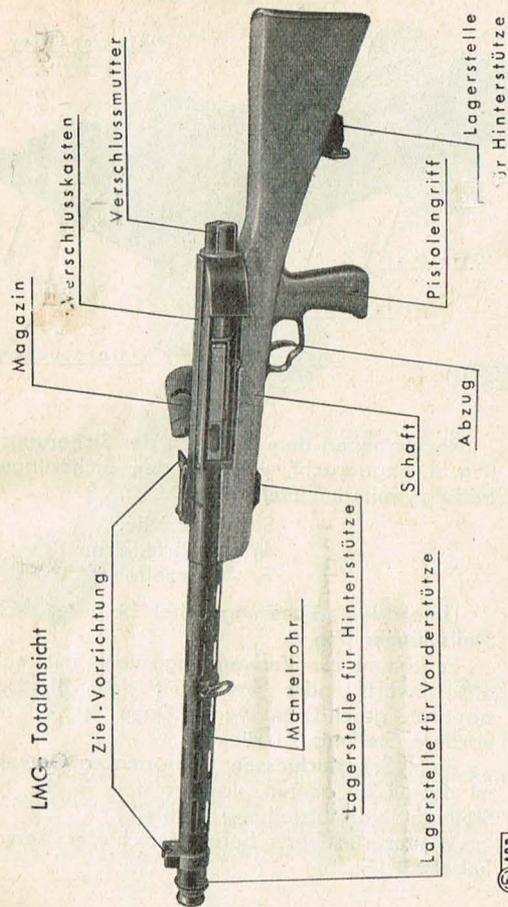

Fig. 1
1. Das leichte Maschinengewehr (**Lmg.**, Mod. 25) ist eine **automatische Waffe**, die als luftgekühlter Rückstoss-lader aus Magazinen die gleiche Munition wie der Karabiner verschießt (Fig. 1).